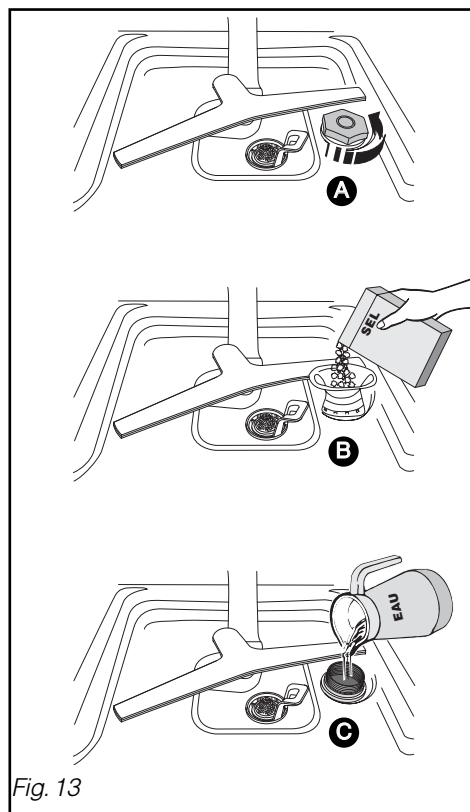

Fig. 13
• Le chargement du sel régénérant (Fig. 13)